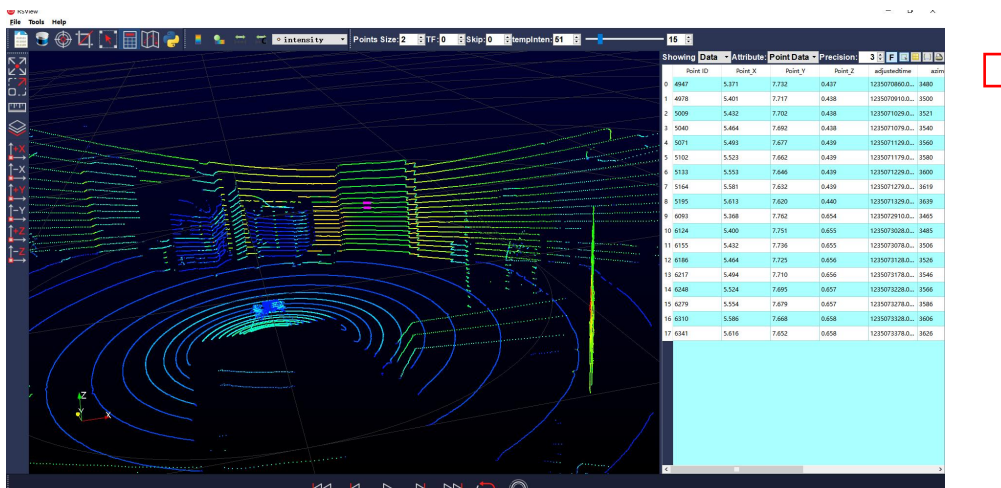

图 C-13 RSView List Selected Points 工具
9. 在 3D 数据显示空间中，使用鼠标画一个长方形框住一些数据点，这些点的数据将会在 Spreadsheet 被选择，并且在图中会变成粉红色(图 C-13)。